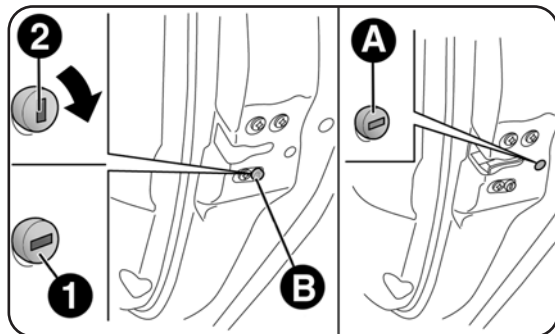
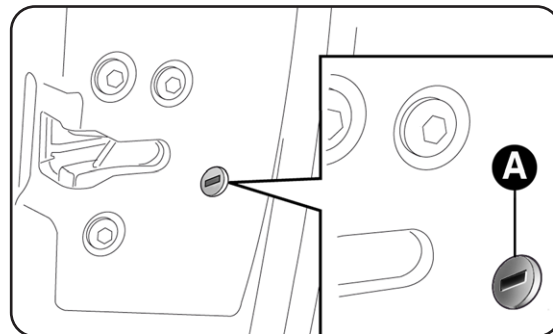

fig. 53
fig. 53a
DISPOSITIVO SICUREZZA BAMBINI B-fig. 53
- inserire l'inserto metallico della chiave di avviamento nella sede A-fig. 53 (porte posteriori) o A-fig. 53a (porta anteriore lato passeggero);
- ruotare la chiave in senso orario e successivamente toglierla dalla sede A-fig. 53 o A-fig. 53a.